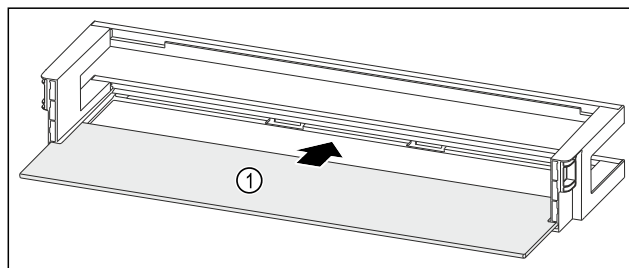

Fig. 215 Лотки на дверцятах з полицею
- Всуньте полицю Fig. 215 (1) в бокові пази.